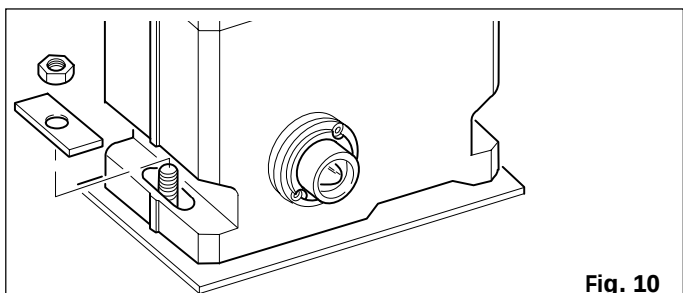

Fig. 10
- 4) Fissare il motoriduttore sulla piastra di fondazione tramite i due dadi e le piastrine in dotazione come da fig.10.